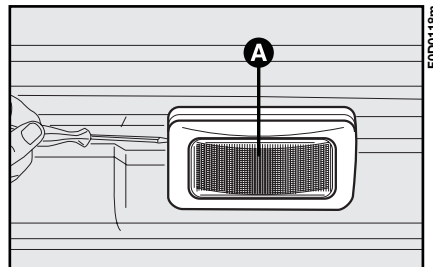

Abb. 31
1) Mit einem Schraubenzieher die durch Druck eingesetzte Plastikabdeckung **A**, **Abb. 31**, wie in der Abbildung gezeigt, entfernen;